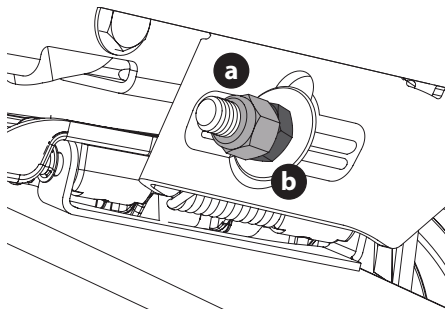

Figure 39
5. Pour **relever** l'avant du plateau, retirez l'embout, desserrez le contre-écrou extérieur (a), puis serrez (vissez à l'intérieur) l'écrou intérieur (b) contre le support de suspension avant (Figure 39). Si le réglage est correct, resserrez le contre-écrou extérieur (a) et remettez l'embout en place.
6. Pour **abaisser** l'avant du plateau, retirez l'embout, desserrez le contre-écrou extérieur (a), puis desserrez (vissez à l'extérieur) l'écrou intérieur (b) à l'écart du support de suspension avant (Figure 39). Si le réglage est correct, resserrez le contre-écrou extérieur (a) à 77 N·m (57 pi-lb) et remettez l'embout en place.